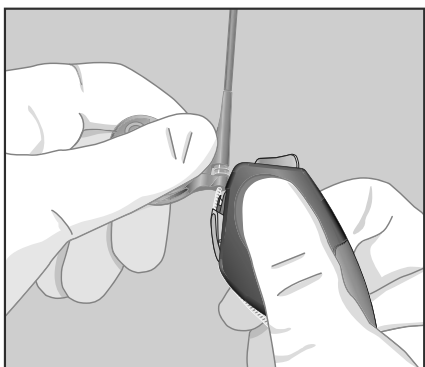

Fig. 3: Håll slitsverktuget i nivå med kateterhandtaget.
- 5 Placera kateters handtag i slitsverktugets klinga – se Fig. 3.
Notera: Kontrollera vid användning av slitsverktuget att införingskatetern rör sig i rät linje mot slitsverktuget (Fig. 3).